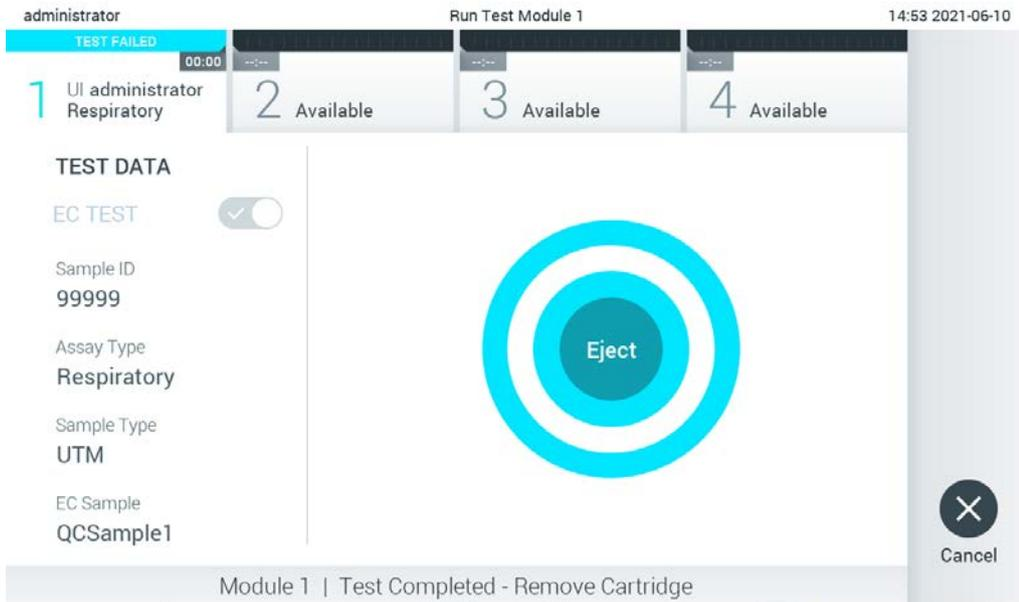

Figure 95. Affichage de l'écran Eject (Éjection).
11. Une fois l'analyse terminée, l'écran Eject (Éjection) apparaît (figure 95, page suivante). Appuyez sur  Eject (Éjecter) sur l'écran tactile pour retirer la cartouche de dosage QIAstat-Dx puis éliminez-la en tant que déchet biologique dangereux conformément à l'ensemble des réglementations et législations nationales, régionales et locales en matière de santé et sécurité.